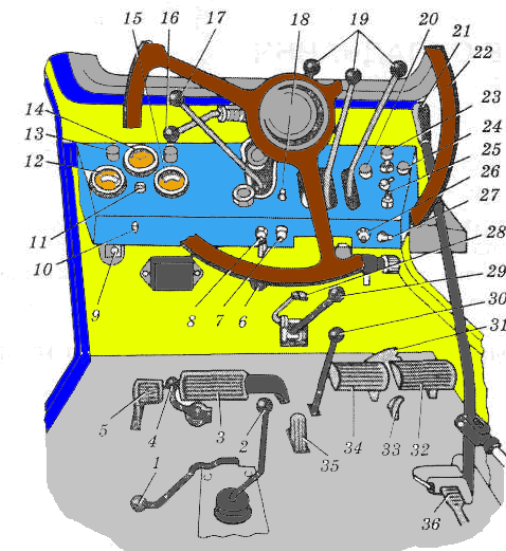

Рис. 2
2. Розгляньте органи керування і контрольні прилади, розміщені в кабіні трактора Т-40М (рис. 2):